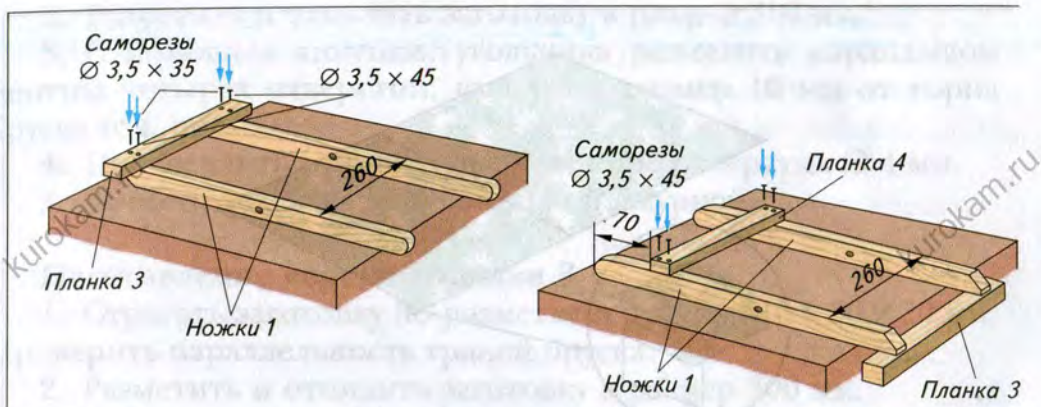

Рис. 86. Сборка внутренней (узкой) рамки
3. Собрать внутреннюю (узкую) рамку (ширина 260 мм), соединив с помощью клея и саморезов две ножки 1 с планками 3 и 4. Выдержать размер 260 мм по ширине и 70 мм от нижней планки 4 до основания ножек (рис. 86).